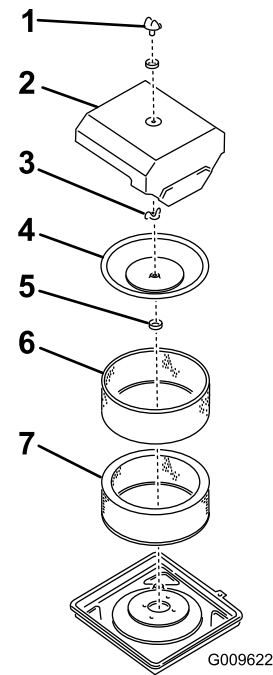

Figura 40
1. Retire el pomo, la junta tórica y la tapa (Figura 40).
4. Instale el elemento con el prelimpiador, la junta del respiradero, la tapa interior, la tuerca de orejeta, la tapa del limpiador de aire, la junta tórica y el pomo (Figura 40).